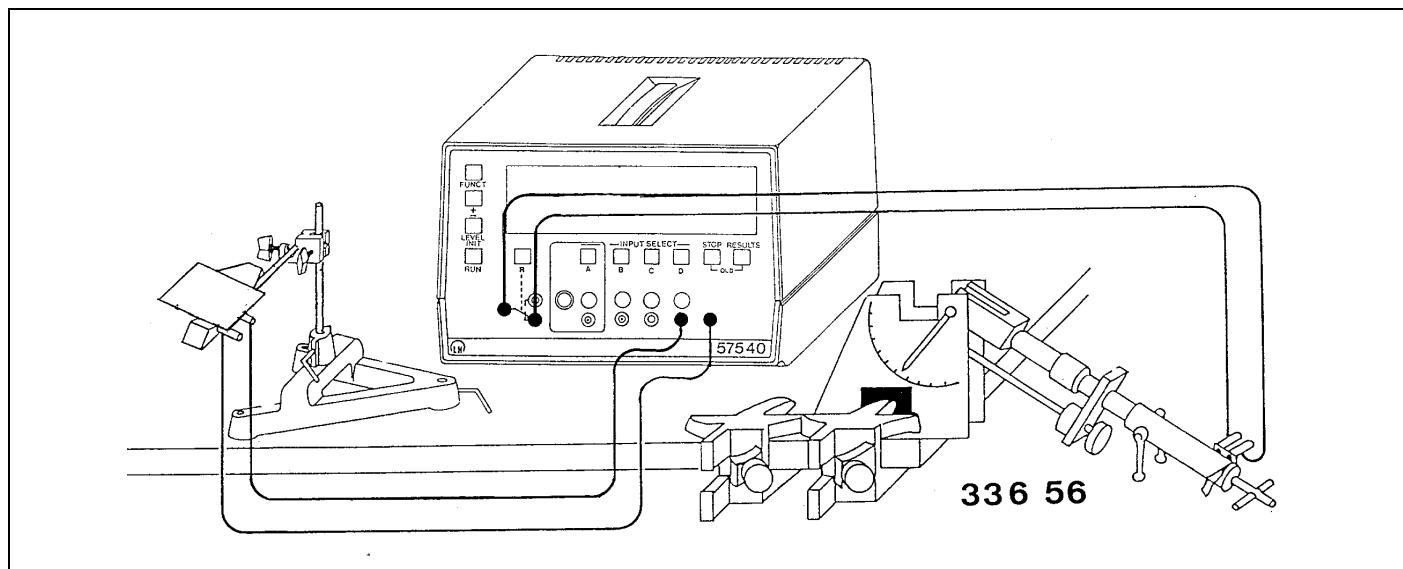

Fig. 3
- ①-⑤ Grand contact de déclenchement
- ② Plaque de métal sur ressort (env. 8 cm x 2 cm) avec deux positions (cf. schéma)
- ③, ④ Prises 4 mm pour le raccordement du contact à l'entrée stop d'un chronomètre électrique;
- Prise ③ toujours conductrice vers le grand contact, la ④ seulement en position II (cf. schéma).
- ⑤ Tige de fixation, Ø 12 mm, env. 19 cm de long, pour la fixation sur un pied (fig. 2, fig. 3).
- ⑥ Bille d'acier, Ø 15 mm, entre autres pour les expériences sur la chute libre.
Monter le grand contact avec un système de fixation dans le montage expérimental de sorte que la bille frappe la surface d'impact ② (cf. fig. 2, fig. 3).